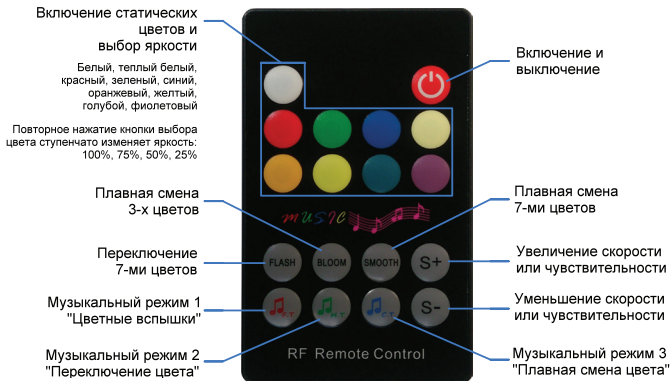

Рис.3. Назначение кнопок пульта дистанционного управления.
- 3.9. Проверьте управление (см. Рис.3).